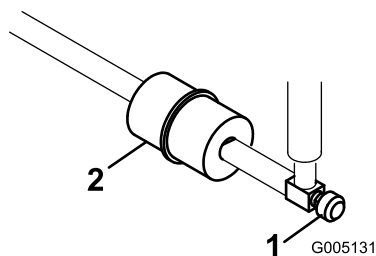

Figura 44
Nei tubi di alimentazione, tra il serbatoio del carburante ed il carburatore, è incorporato un filtro in linea (Figura 44).
1. Chiudete la valvola di intercettazione del carburante, allentate la fascetta stringitubo dal lato carburatore e togliete il tubo di alimentazione dal filtro (Figura 44).
2. Collocate una bacinella di spurgo sotto il filtro, allentate la restata fascetta stringitubo e rimuovete il filtro (Figura 44).